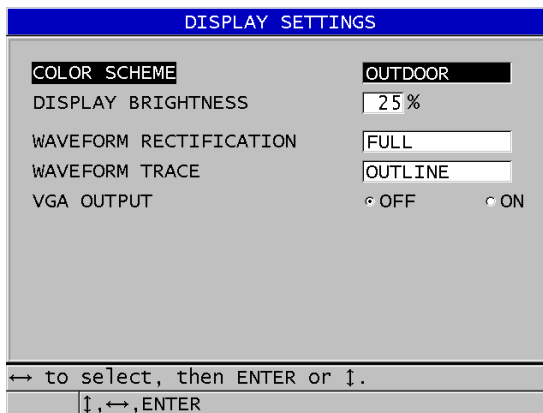

Figura 4-3 Tela DISPLAY SETTINGS (CONFIGURAÇÕES DE TELA)
2. Na tela **DISPLAY SETTINGS** (CONFIGURAÇÕES DE TELA) (consulte Figura 4-3 na página 70), selecione o parâmetro desejado e o valor para os parâmetros a seguir: